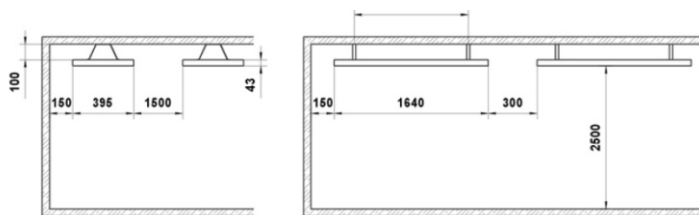

Рис. 2. Схема размещения обогревателя
5.4 Габаритные и установочные размеры обогревателей и минимальные расстояния при установке приведены на рис.2 Приложения.